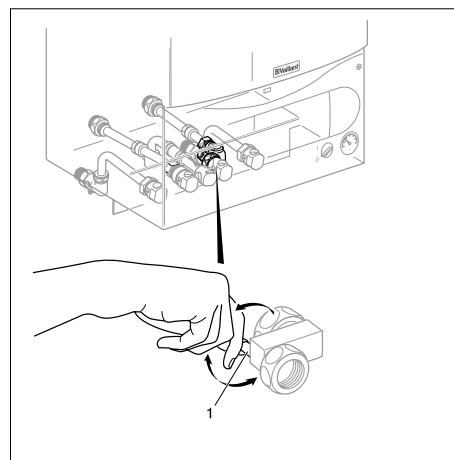

图 10.6 生活热水出水量的设置
10.4 生活热水出水量的设置 (仅适用于 VUW 机型，参见图 10.6)